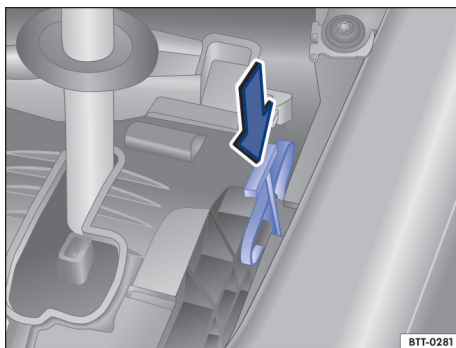

Fig. 112 Destravar emergencialmente o bloqueio da alavanca seletora (variante 2).
- **OU:** pressionar a alavanca de destravamento no sentido da seta → Fig. 112 e manter nesta posição (variante 2).